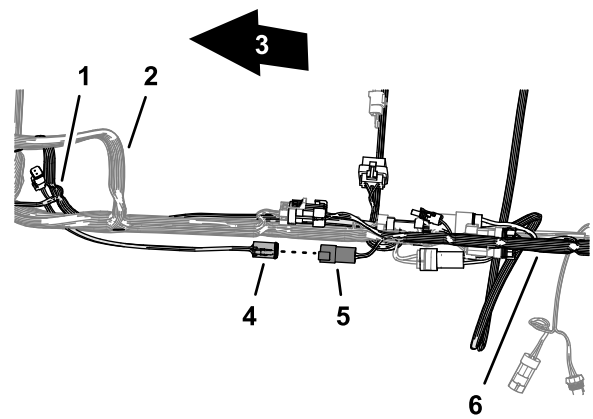

Figure 143
3. Branchez le connecteur à 4 broches de la branche du faisceau de données étiqueté CAN 2 ASC 10 BUS sur le connecteur à 4 douilles du faisceau GeoLink arrière pour le circuit CAN 2 / contrôleur de pulvérisation (Figure 143).